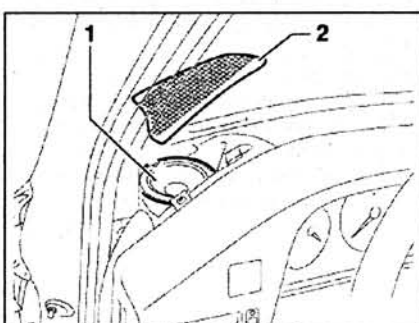

Рис. 8.32. Снимите крышку 2 и извлеките громкоговоритель 1, отсоединив от него разъем проводки.
1. Снимите крышку 2 и извлеките громкоговоритель 1, отсоединив от него разъем проводки (рис. 8.32).